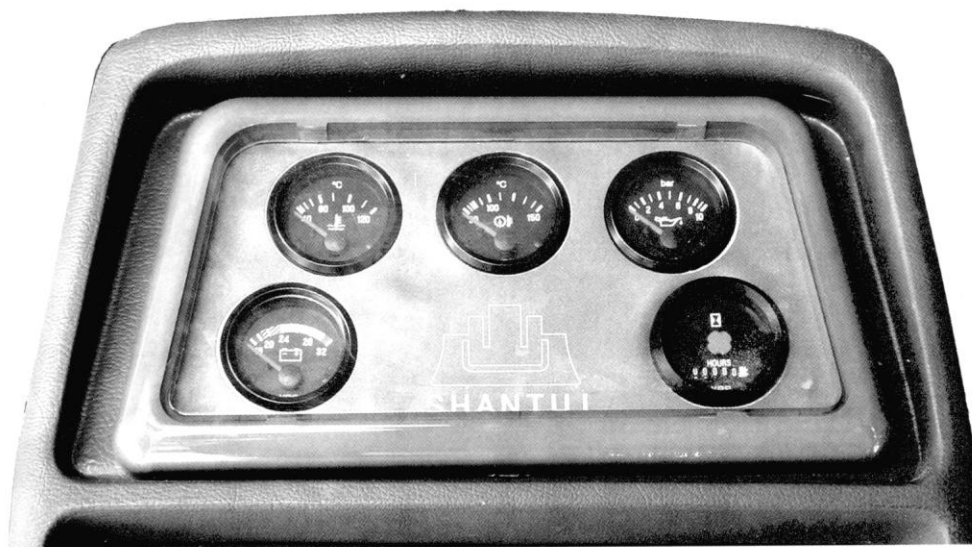

Рис. 1-21.
1.4. Комбинированная контрольная панель (Рис. 1-21)